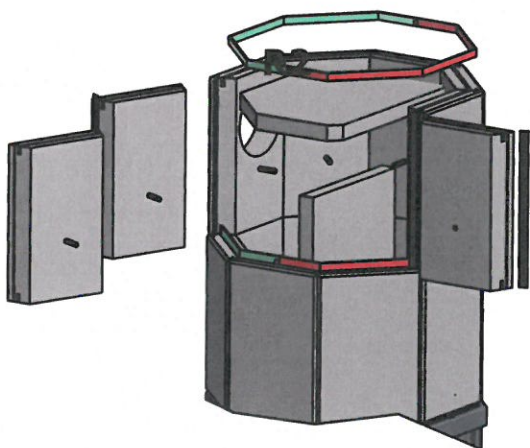

Fig. 14
2. Plasser 7 stk. kakler (300 x 196,5 x 50), med korteste avstand til hull for ståltapper vendt ned (**Fig. 14**)